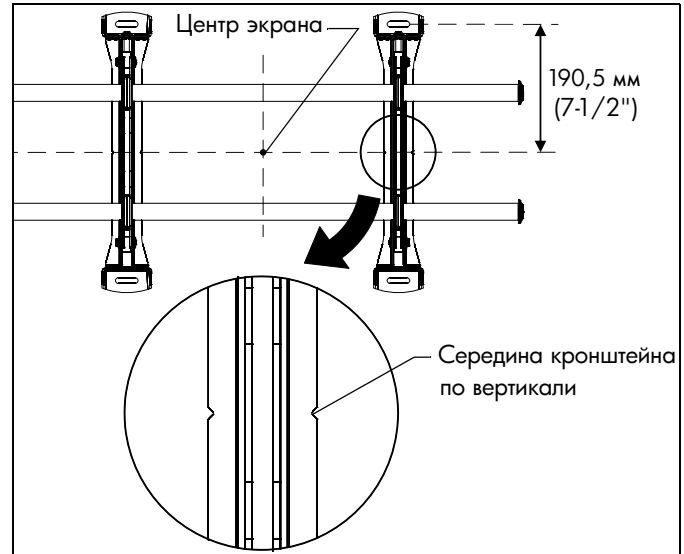

рис. 2
3. Совместите прорези на креплении (R) с отметкой середины экрана, чтобы определить середину по вертикали. (См. рис. 2)